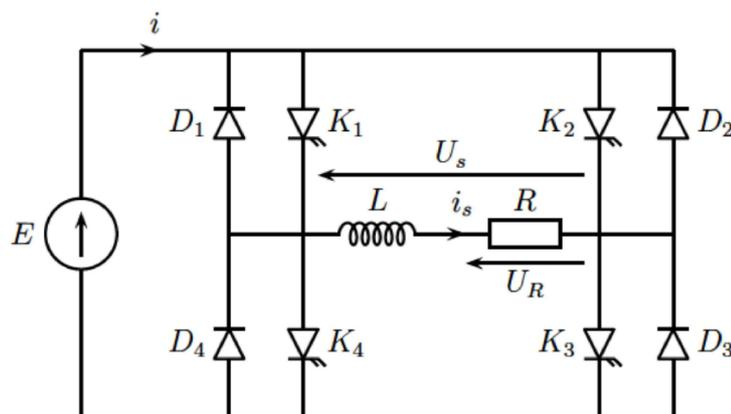

FIGURE 3 – Réalisation pratique d'un onduleur de tension à deux niveaux.
18.) Dans la pratique, l'onduleur qui alimente la charge {résistance + bobine} est réalisé avec le montage de la figure 3. Les interrupteurs commandés K_n sont des transistors idéaux unidirectionnels et le circuit contient également quatre diodes idéales D_n . Sur la figure de la question précédente donnant les chronogrammes de i_s et i , identifier plusieurs phases de fonctionnement et indiquer pour chacune d'elle quels sont les interrupteurs qui permettent le passage effectif du courant.